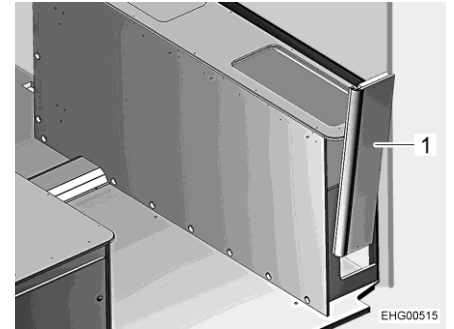

Bild 137 Sänglåda höger, sidoplåt
- Ta bort sidoplåten (Bild 137,1) uppåt medan du försiktigt skakar den.